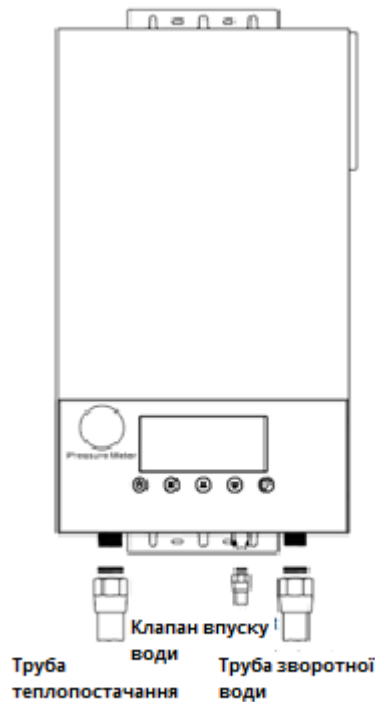

**Рисунок 7**
**Крок третій:** Повісьте котел на три закріплені гвинти. Потім вкрутіть два гвинта в два нижніх розпірних дюбеля (рис.7).